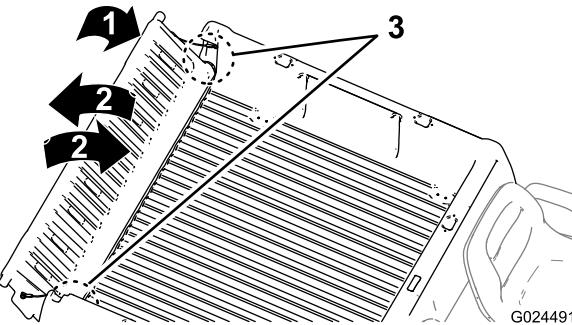

図 13
2. テールゲートを45°程度の角度にする図 13)。
3. この位置から、テールゲートを小刻みに前後に振るよう数回往復させる図 13)。